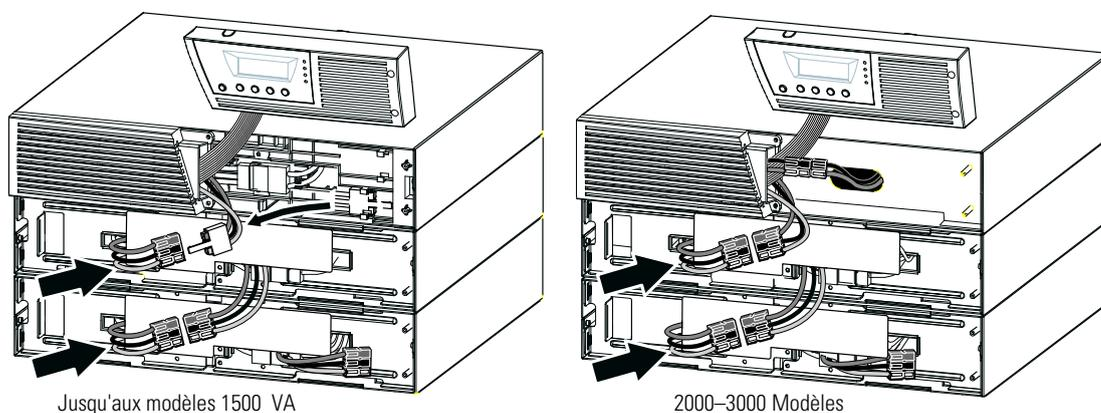

Figure 13. Installation EBMtypique
5. Enfichez les EBM câbles dans le ou les connecteurs de batterie comme illustré dans Figure 13. Jusqu'à quatre EBM peuvent être connectés à l'onduleur.